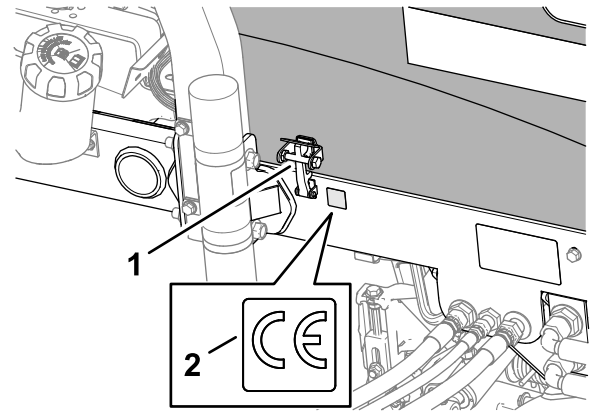

Figura 38
3. Limpie el bastidor izquierdo cerca del cierre del capó con alcohol, y deje que el bastidor se seque (Figura 38).
4. Retire el papel protector y aplique la pegatina CE (Pieza N° 133-8095) al bastidor, como se muestra en la Figura 38.